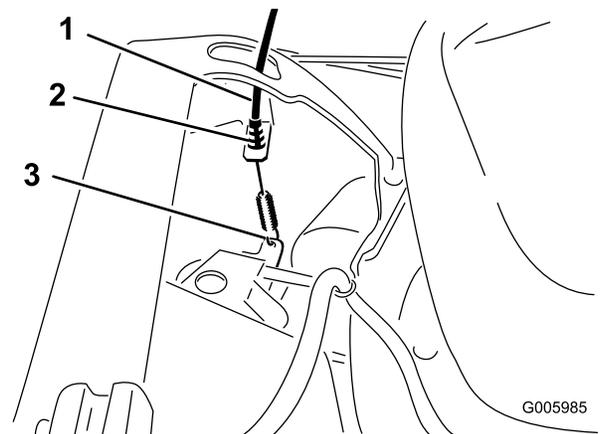

Figure 7
5. Faites passer le câble d'autotraction à l'extérieur du guidon, puis dans l'ouverture du côté gauche du carter et attachez l'extrémité du câble (Figure 7).